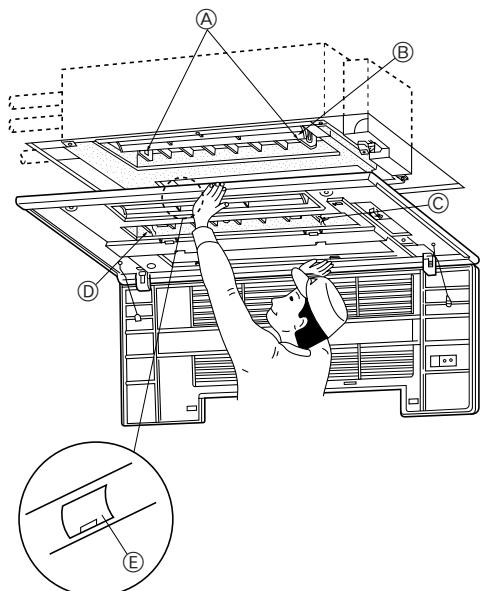

Fig. 5-4
5.3. Установка вентиляционной решетки(Fig. 5-4)